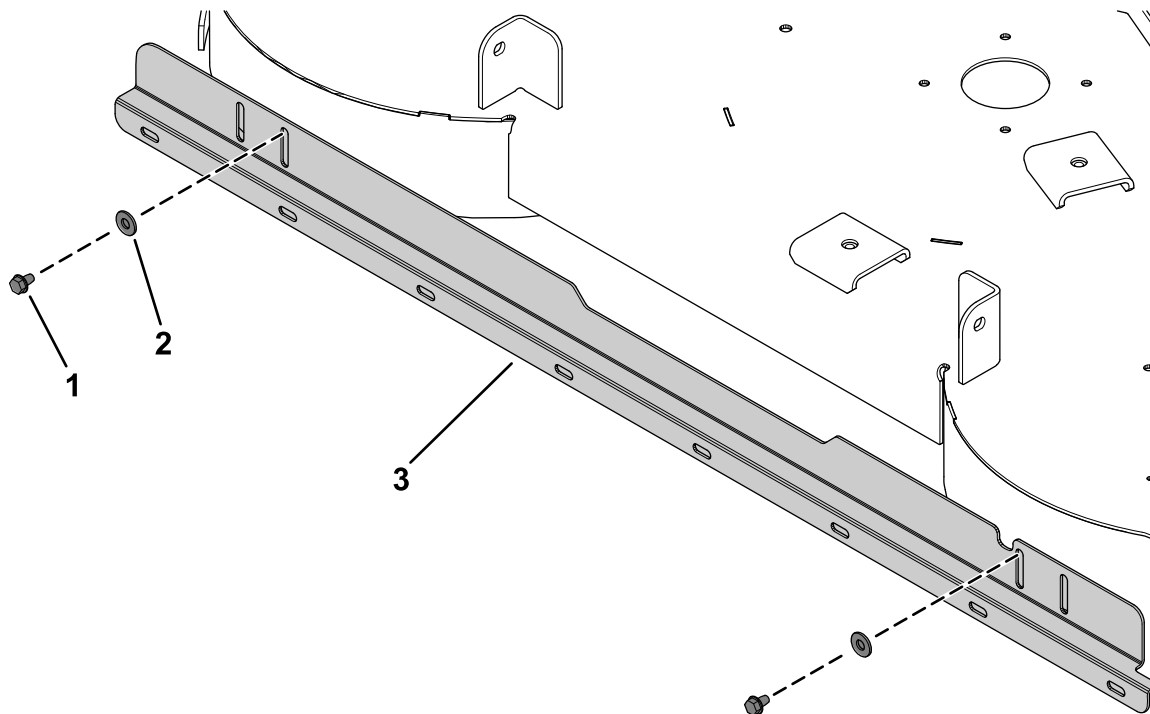

Figura 3
2. Sujete la pletina de sujeción a la carcasa de corte con los 2 tornillos con arandela prensada (5/16" x 1/2", autorroscantes) y 2 arandelas planas (5/16"), como se muestra en la Figura 3.